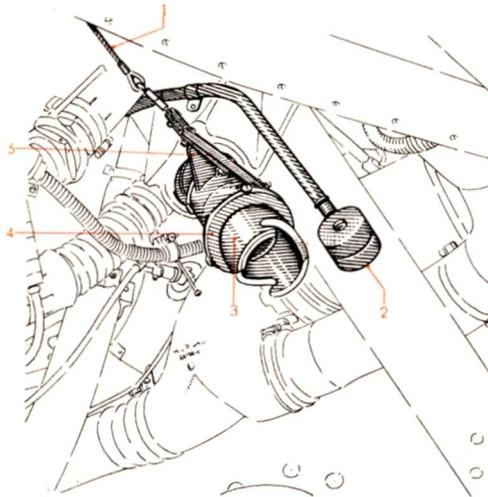

Abb. 9 Handanlaßvorrichtung
Das Anwerfen des Motors erfolgt durch den Bosch-Schwungkraftanlasser II) (Abb. 6), der am Apparate teil des Motors angeflanscht ist. Er wird elektrisch aufgezogen und durch einen Kuppelmagnet (2) eingerückt. Beim Handaufziehen erfolgt das Einkuppeln mit dem Handgriff (2) (Abb. 9), der sich neben der Anlaßwelle (3) befindet.
Beim Handanlassen ist die Handkurbel an der linken Seite des Motorvorbaues in die Anlasserwelle (3) (Abb. 9) einzustecken. Hierdurch wird ein federbelasteter Ring (4) angehoben, wobei über einen Hebel (5) und Seilzug (1) die Bürsten des Anlassers vom Kollektor abgehoben werden.